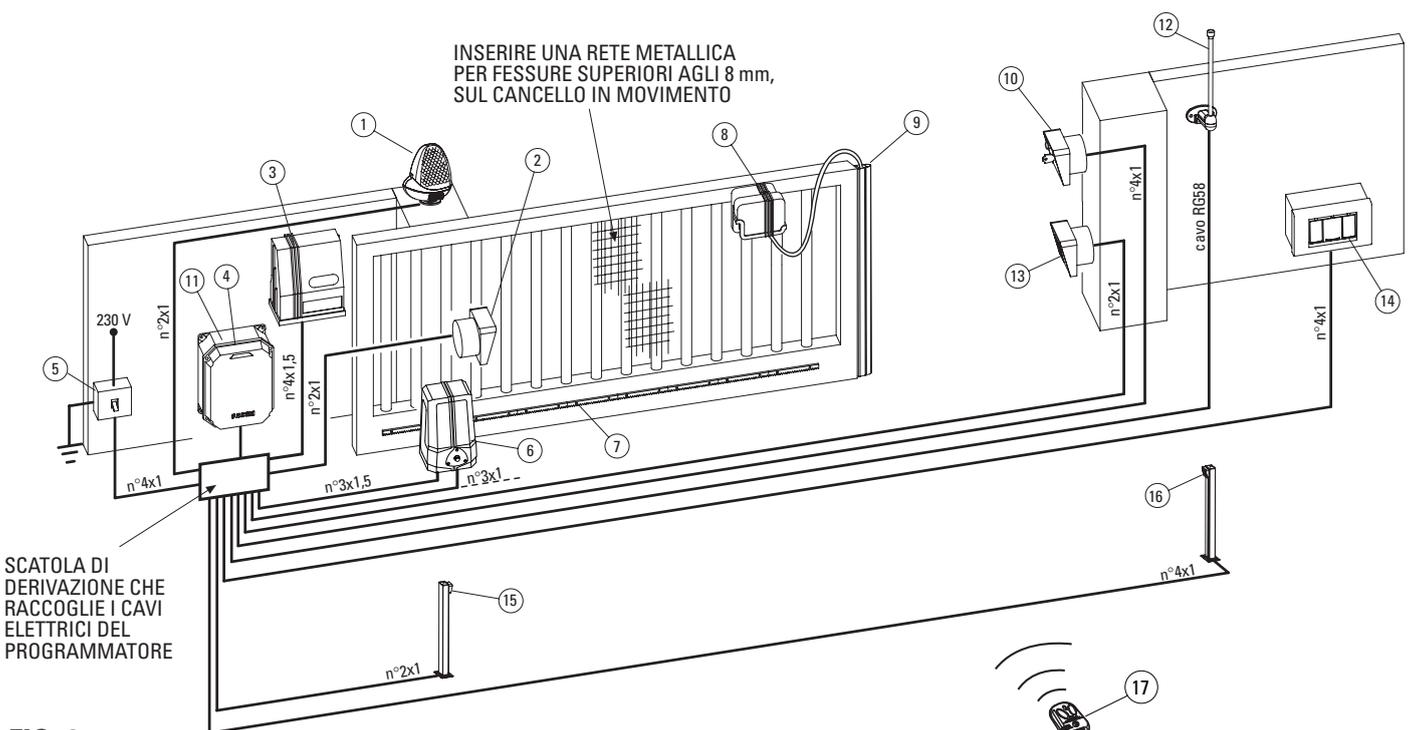

FIG. 6
- **Alimentazione, motore elettrico, lampeggiante Miri 4** vengono eseguiti con cavi con fili di sezione da 1,5 mm2, per una distanza massima di 50 m. Per distanze superiori ai 50 m si consiglia di utilizzare cavi con fili di sezione da 2 mm2. (Fig.6)
- **Finecorsa, fotocellule, pulsantiera, e accessori** si possono usare cavi con fili da 1 mm2. (Fig.6)